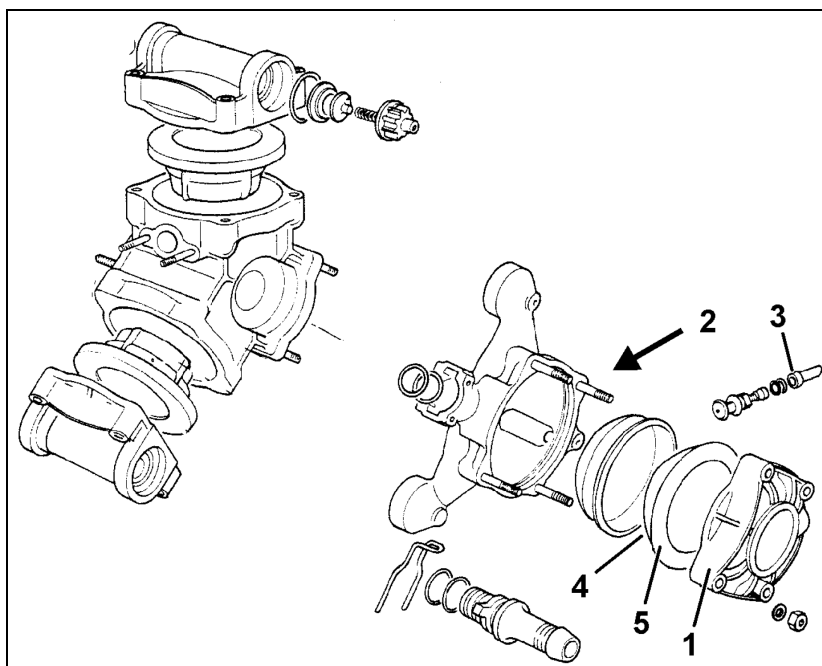

図 30
蓄圧器のカバー (図 30/1) を取り外す前に、空気弁 (図 30/3) によって蓄圧器 (図 30/2) から空圧を抜いてください。
1. 蓄圧器のカバー (図 30/1) を、4 個のナットを外した後に取り外します。
2. ダイヤフラム (図 30/4) を取り外します。
ダイヤフラム取り付け時には、ダイヤフラムが正しい位置にあり、丸くふくらんだダイヤフラムの開いている側 (図 30/5) が蓄圧器のカバー (図 30/1) の方を向くようにしてください。